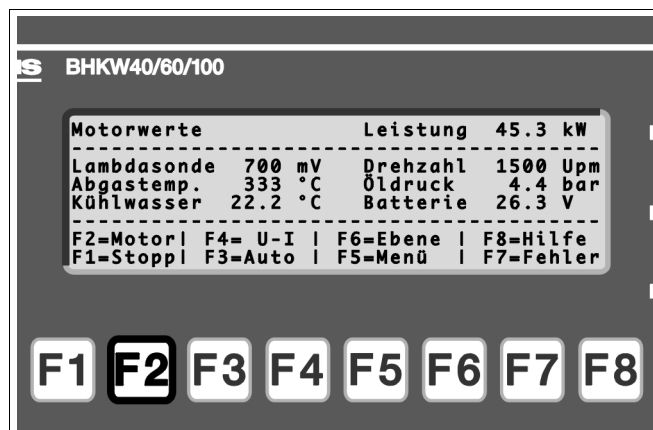

Fig.3 Visualizzare i valori del motore con il tasto di funzione F2; ritorno all'immagine base con il tasto C (campo numerico)
- Per verificare i valori del motore premere il tasto di funzione F2 (fig. 3).
Temperatura gas combusti (fumi)	<ul style="list-style-type: none"> • Far raffreddare i fumi sotto i 300 °C (visualizzazione della temperatura fumi vedi fig. 3 a pagina 5). • Uscire dall'errore con il tasto di funzione F8; se l'avviso di errore¹⁾ compare di nuovo, richiedere la manutenzione.